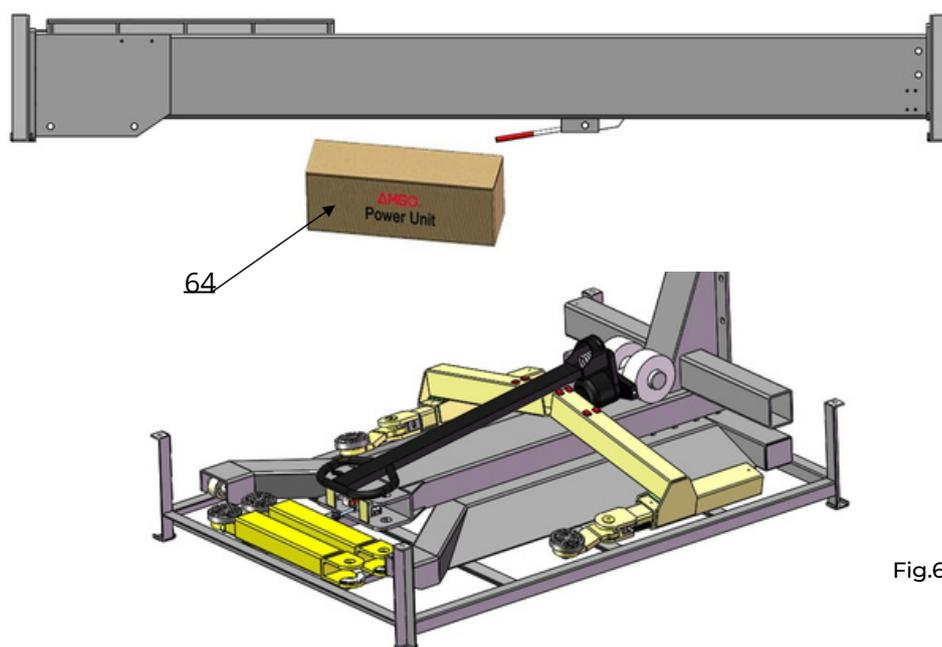

Fig.6
B. Verifique as peças antes da montagem 1. Pacote recebido (elevador e unidade de energia hidráulica) (**Consulte a Fig. 6**).